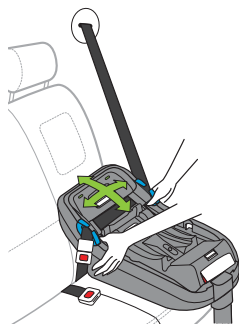

Figura 63
- Mientras sujeta la base cerca de las guías azules del cinturón del vehículo, tire de adelante hacia atrás y de izquierda a derecha para verificar la instalación segura, como se muestra en la **Figura 63**. El cinturón del vehículo DEBE permanecer firmemente asegurado alrededor de la base y la base no debe moverse más de 1 pulg. (2.5 cm) en ninguna dirección.